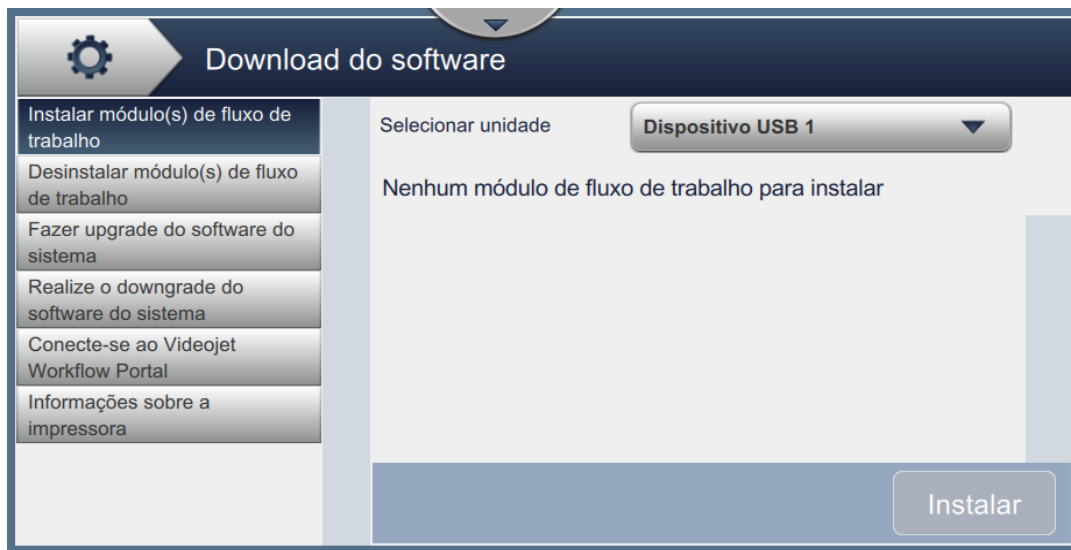

Figura 6-22: Tela de Download de software
1. Toque no botão  na tela Ferramentas. A tela Download do software é aberta, como mostra a Figura 6-22.